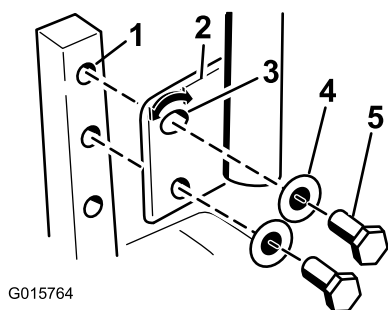

Figura 26
1. Retire los 2 pernos y las 2 arandelas que sujetan la palanca de control al brazo de la palanca de control (Figura 26).
2. Mueva la palanca al juego de taladros siguiente. Sujete la palanca con los 2 pernos y las 2 arandelas (Figura 26).